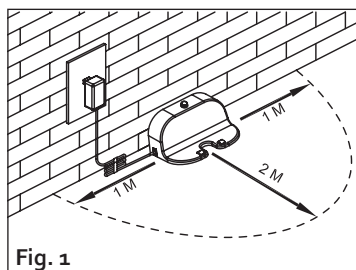

Fig. 1
2. Sorgen Sie dafür, dass an der linken und rechten Seite der Ladestation min. 1 m Freiraum verfügbar sind. Vor der Ladestation muss mindestens ein Freiraum von 2 m (Abb. 1) vorhanden sein. Ist dies nicht der Fall, findet der Staubsauger die Ladestation möglicherweise nicht, wenn er sich aufladen will.